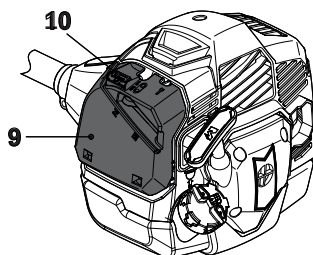

Fig. 36
- > Appuyez sur le loquet [10] et abaissez le couvercle [9] (Fig. 36, 37).